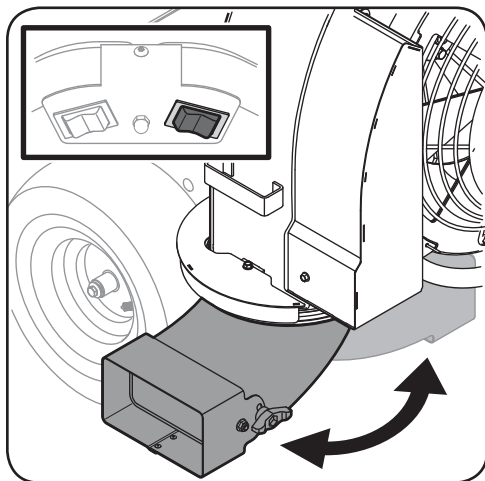

Figure 4-11
1. L'interrupteur à bascule se trouve au centre droit de la poignée. Voir l'encadré dans la Figure 4-11.
2. Pour tourner le déflecteur vers la gauche, appuyez sur la flèche gauche de l'interrupteur. Pour tourner le déflecteur vers la droite, appuyez sur la flèche droite. Voir Figure 4-11.